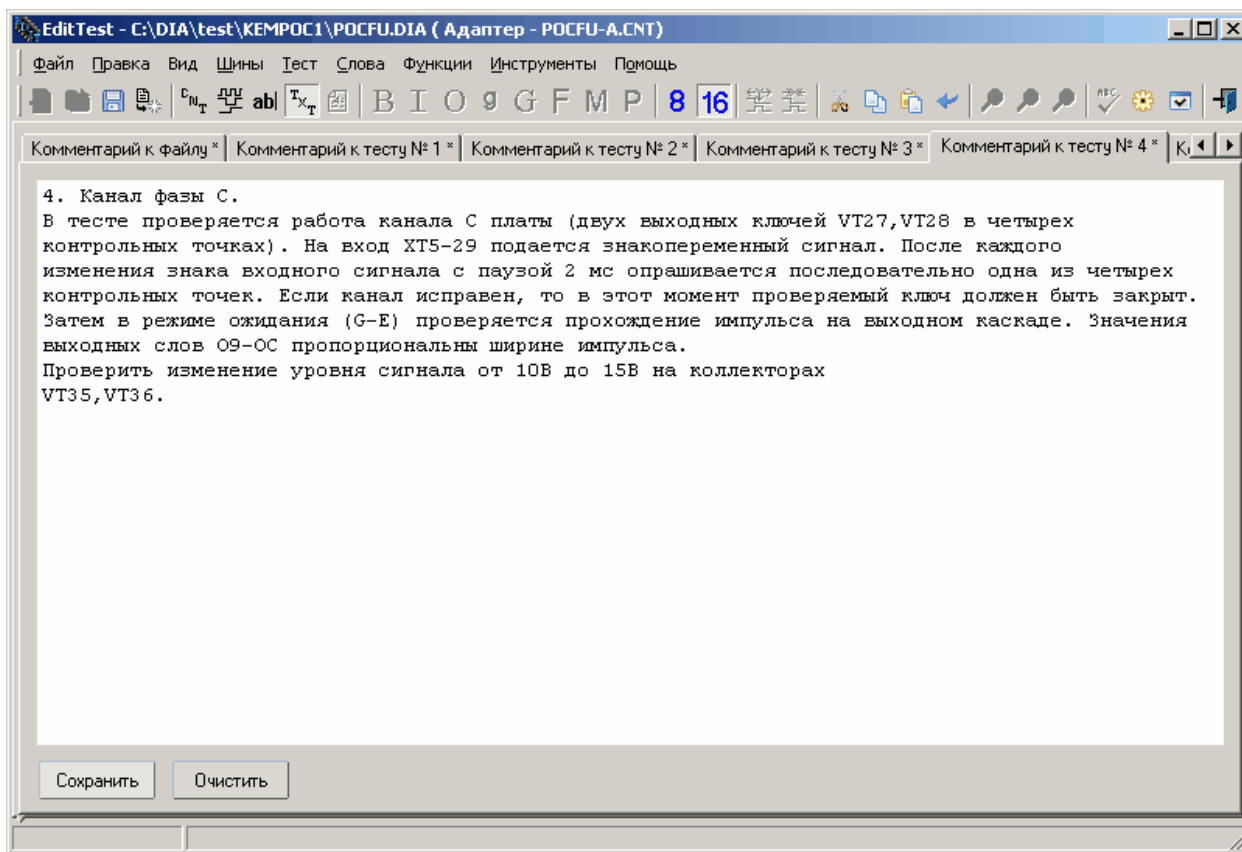

Рис. 3
- **файл комментариев**  – выводит окно редактора комментариев. В этом режиме можно задавать общие комментарии к тестовому файлу и к каждому тесту в отдельности (рис. 3);